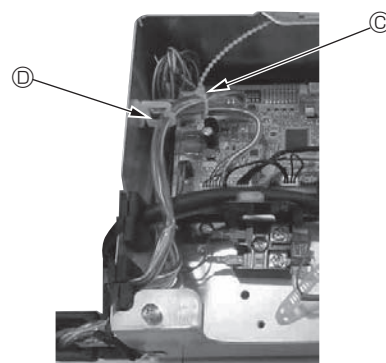

Fig. 10-14
- Coloque as partes excedentes dos fios de junção do i-See sensor e do recetor de sinais da caixa dos componentes elétricos no grampo para fios tal como exibido no diagrama e, em seguida, segure todos os fios com a presilha. (Fig. 10-14)